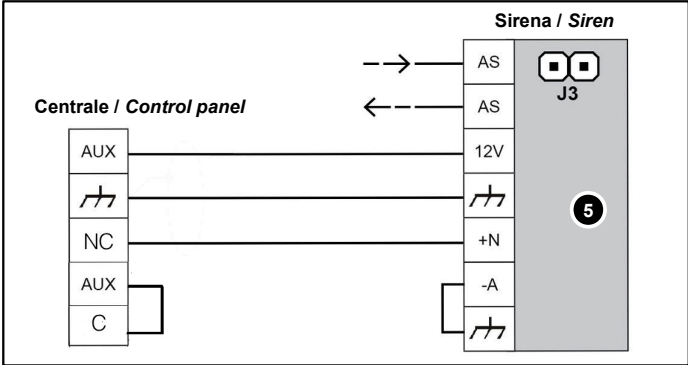

Fig. 4 - Collegamento 8030-ISS003(+N) / 8030-ISS003 (+N) connection
2.4.2 Collegamento elettrico 8030-ISS003**• PROCEDURA DI COLLEGAMENTO TRAMITE MORSETTO: +N****Eseguire le seguenti operazioni (fig. 4):**
2.4.2 8030-ISS003 electrical connection**• CONNECTION PROCEDURE VIA TERMINAL BLOCK: +N****Perform the following operations (fig. 4):**